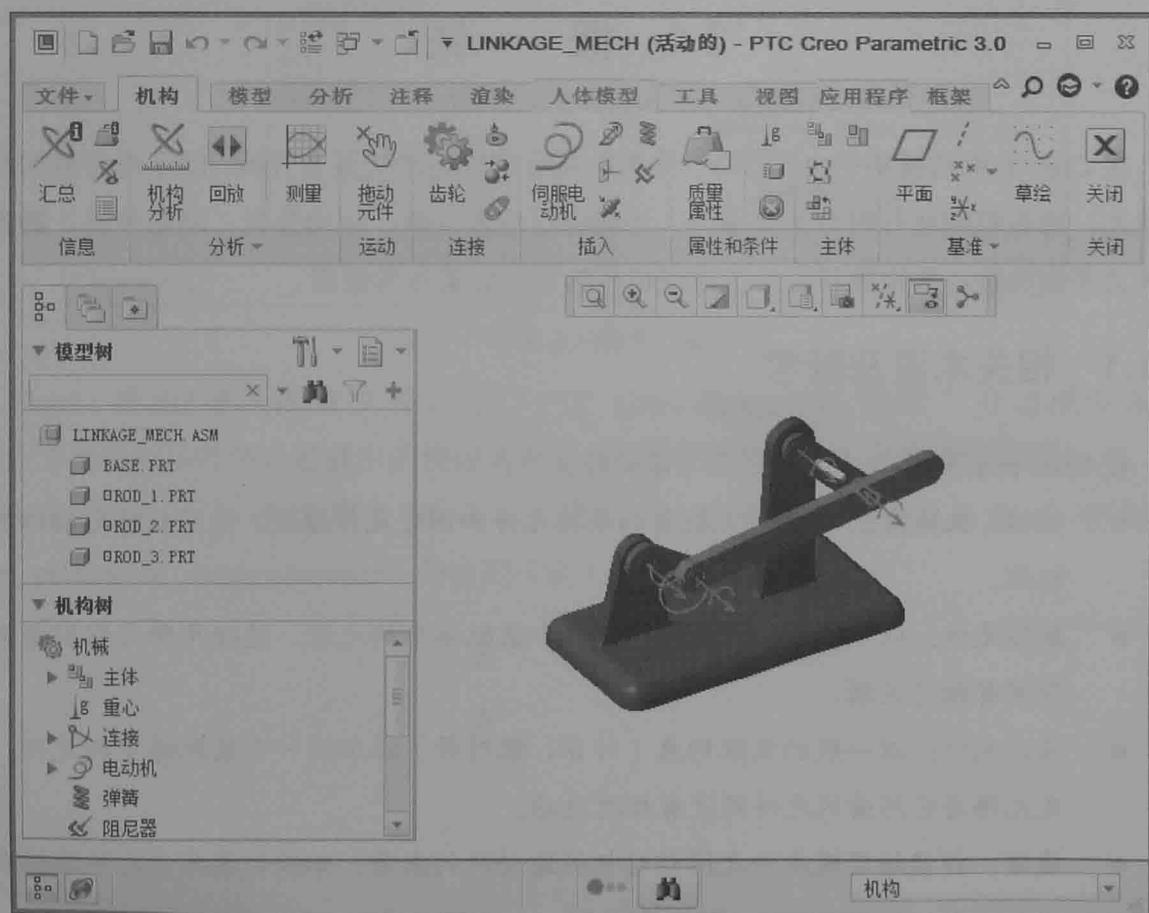

图 2.1.1 机构模块界面
Step2. 进入机构模块。单击 **应用程序** 功能选项卡 **运动** 区域中的“机构”按钮 ，即可进入机构模块，此时界面如图 2.1.1 所示。